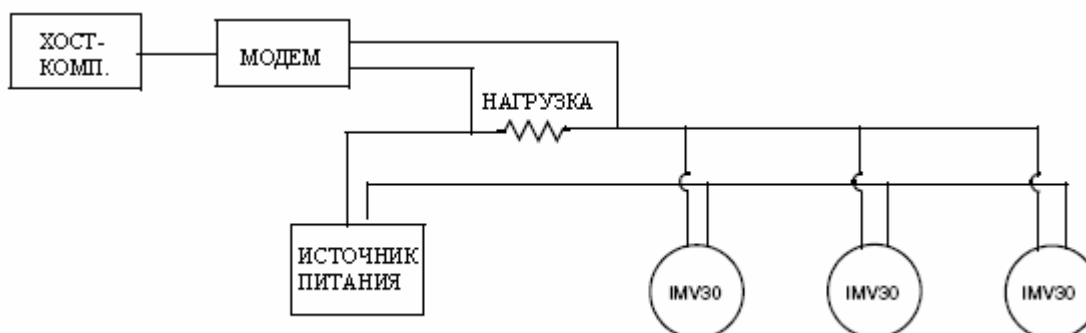

Рис. 27. Типичная многоточечная сеть
На рис. 27 показана типичная многоточечная сеть. Не используйте этот рисунок как схему установки. Контактируйте с HART Communications Foundation, (512) 794-0369, по конкретным требованиям к многоточечным применениям.